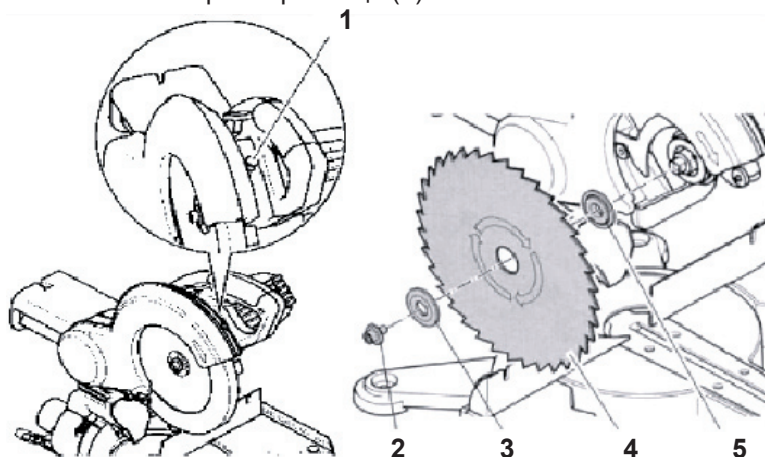

Рис. 6
7.1. Заміна диска пилки (Рис. 6).